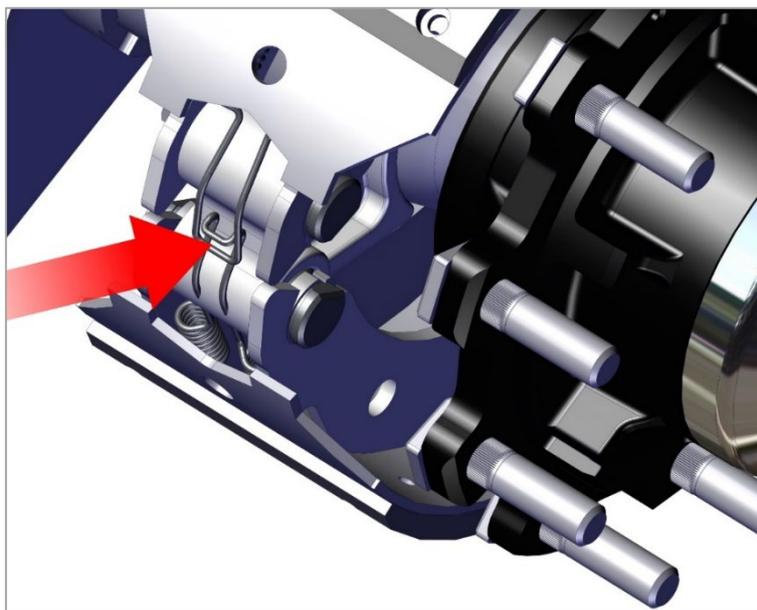

Рис. 13. Зажим пружины.
3) Используя отвёртку, освободите зажим пружины из тормозной колодки. Снимите зажим пружины (Рис. 13);